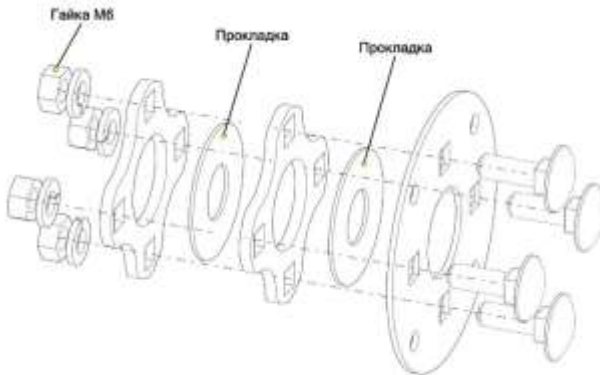

Рис. 27 – Замена прокладок сальника
5. Разобрать сальник, открутив 4 гайки М6 (рис.27);
6. Заменить две прокладки из листового фторопласта толщиной 1 мм (рис. 27)